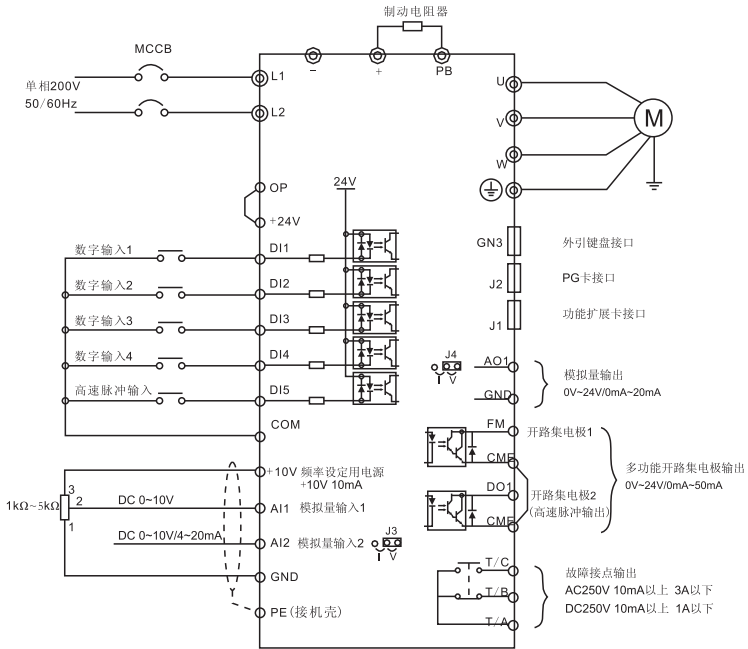

图3-4 单相变频器典型接线示意
18.5kW以上变频器采用钣金外壳, 钣金外壳下盖板的拆卸参见图3-4。可用工具直接将下盖板的螺丝拧松即可。